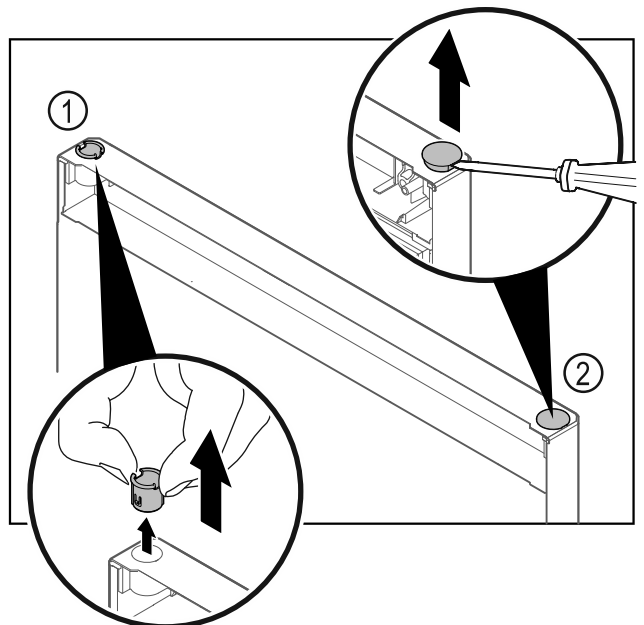

Fig. 27 Dør kjøleseksjon
- Trekk ut hengselbøssingen Fig. 27 (1) med fingrene.
- Løft dekkstøpslet Fig. 27 (2) forsiktig opp med en skruetrekker, og trekk det av.